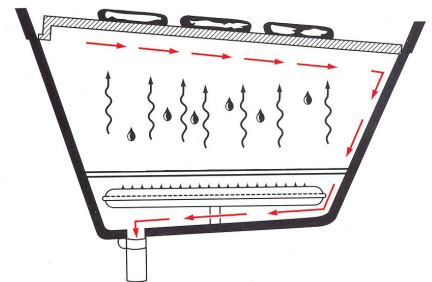

Fig. 10
**PARA COCINAR:** Las parrillas pueden ser usadas en un nivel posición o en una posición inclinada. (Fig. 10) Los canales concavos de las parrillas acumulara algunos jugos de la comida, para lubricar las parrillas, y reducir que la comida se pegue. Pringar o empapar la comida mientras se asa. Para las comidas que generan mucho jugo, use la posición inclinada. El exceso de los jugos correrán en los canales concavos, y estos se escurriran en la taza de aceite para ayudar a prevenir llamas en exceso.